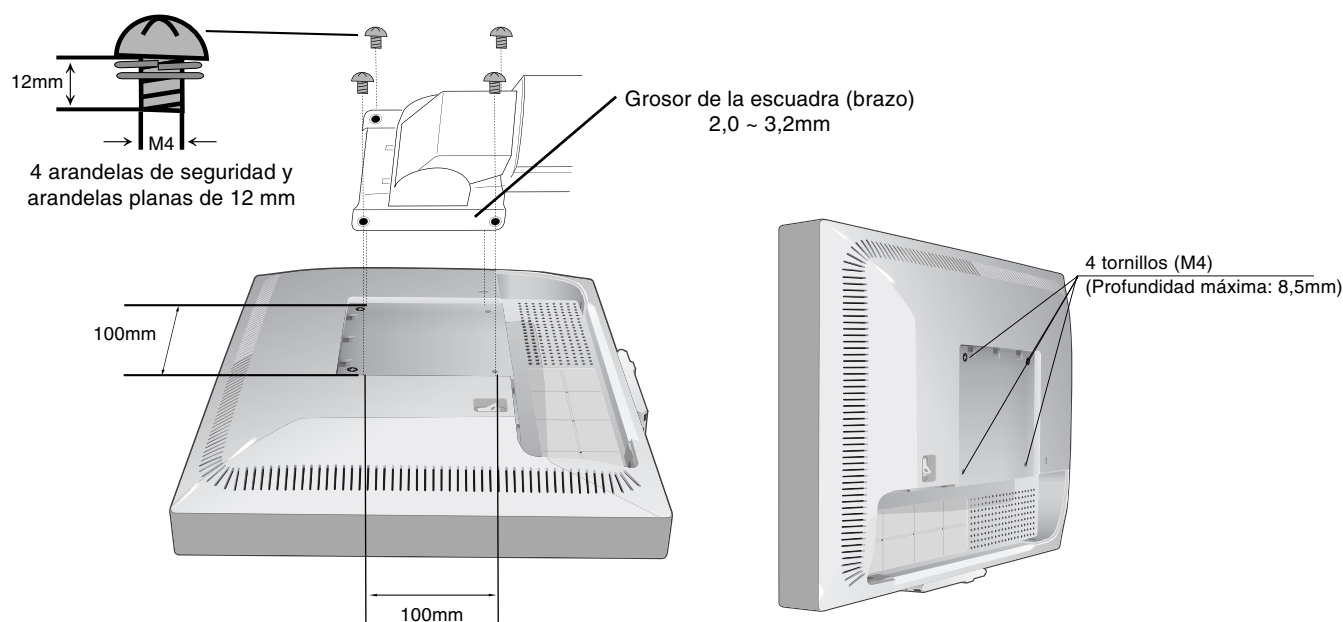

Figura F.1
2. Utilice los 4 tornillos para unir el brazo con el monitor (**figura F.1**).